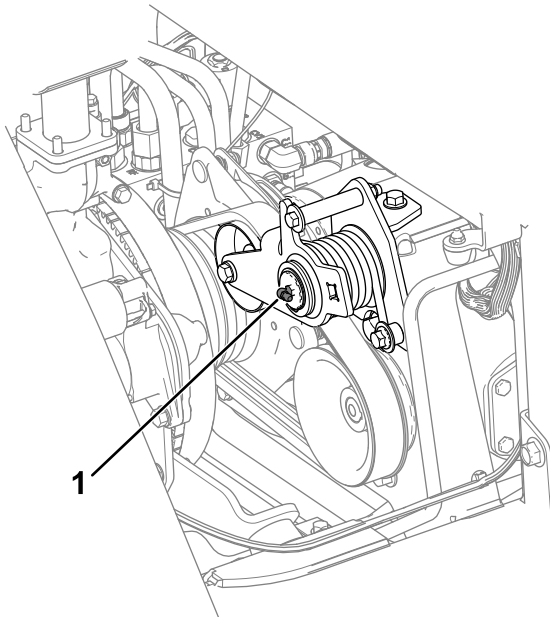

Figura 45
- Brazo de la polea tensora (Figura 45)